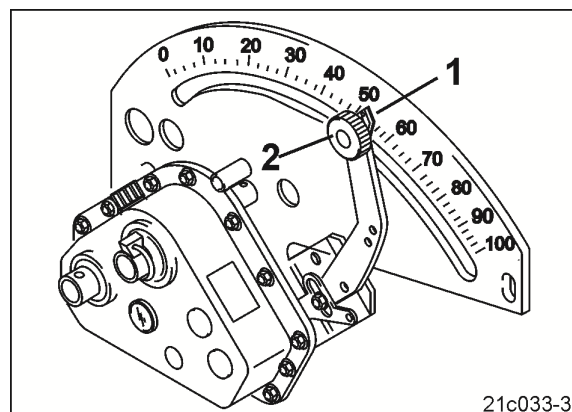

Fig. 29
Kalibreringsprøve ved såmaskiner med knastakseltandhjul (f.eks. D9) og pneumatiske såmaskiner (f.eks. AD-P) med variogear uden fjernindstilling af såsædsmængde (Fig. 29).
11. Indstil gearstangen (Fig. 29/1) på skalaværdien, og fastgør den med fingerskruen (Fig. 29/2).
19. Indstil gearstangen (Fig. 29/1) på skalaværdien, og fastgør den med fingerskruen (Fig. 29/2).